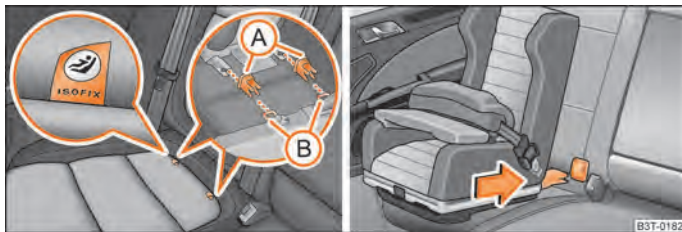

Fig. 159 Anillos de retención (sistema ISOFIX)/el asiento infantil ISOFIX se introduce en los conos de alojamiento montados
Entre el respaldo y la banqueta del asiento del acompañante y los asientos posteriores exteriores se encuentran dos argollas de sujeción para la sujeción de un asiento infantil por medio del sistema "ISOFIX". En los asientos en los que no se ven las argollas de fijación, las posiciones con argollas están señalizadas con el rótulo "ISOFIX" ⇒ fig. 159 - lado izquierdo.
- Introduzca los conos receptores (A) ⇒ fig. 159 en las argollas de sujeción (B) entre el respaldo y la banqueta.
- Empuje los reposabrazos del asiento infantil en las argollas de sujeción hasta que encaje de forma audible ⇒ fig. 159 - lado derecho.